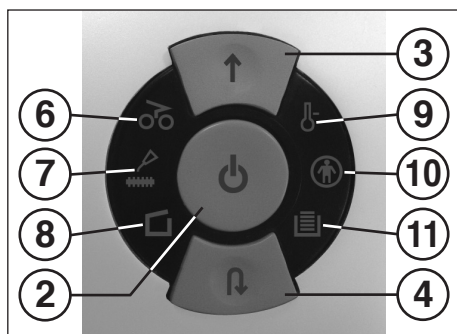

Abb. 1
- 9 = Kontroll-Anzeige „Motorüberlastung“ (Abb. 1)**
- 10 = Kontroll-Anzeige „Benutzersperre aktiviert“ (Abb. 1)**
- 11 = Kontroll-Anzeige „Behälter voll“ (Abb. 1)**